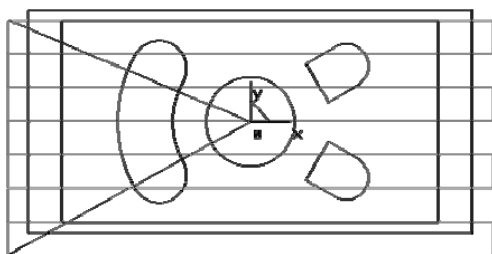

图 2-47 生成刀具轨迹
2) 单击鼠标右键确认，系统开始计算，稍后得出刀具轨迹如图 2-47 所示。